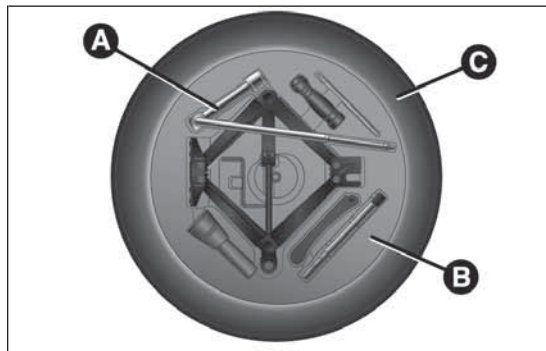

fig. 155
- ☐ utilizando la llave A fig. 155 situada en la caja de herramientas, aflojar el dispositivo de bloqueo, tomar la caja de herramientas B y colocarla al lado de la rueda que debe cambiarse. A continuación, tomar la rueda de repuesto C;